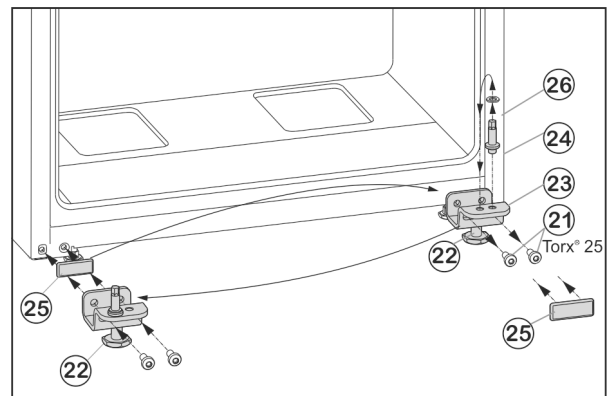

Fig. 7
- ▶ Upevňovací šrouby Fig. 7 (21) odšroubujte.
- ▶ Vyměňte spodní stojan ložiska Fig. 7 (23) i s ložiskovým čepem Fig. 7 (24), podložkou Fig. 7 (26) a seřizovací nožkou Fig. 7 (22).
- ▶ Ložiskový čep Fig. 7 (24) kompletně odšroubujte i s podložkou Fig. 7 (26), přemístěte do protilehlého upínacího otvoru stojanu ložiska a opět přišroubujte.
- ▶ Krycí desku Fig. 7 (25) opatrně sejměte a přemístěte ji na protější stranu.
- ▶ Spodní stojan ložiska *Fig. 7 (23)* opět kompletně, i s ložiskovým čepem *Fig. 7 (24)*, podložkou *Fig. 7 (26)* a seřizovací nožkou *Fig. 7 (22)*, případně s pomocí akumulátorového šroubováku **silou (4 Nm)** našroubujte na nové straně závěsu dveří.
- ▶ Spodní dveře nasadíte shora na ložiskový čep *Fig. 7 (24)*.
- ▶ Seřizovací nožku *Fig. 7 (22)* na spodním stojanu ložiska *Fig. 7 (23)* vytáčejte, až dosedne na zem.